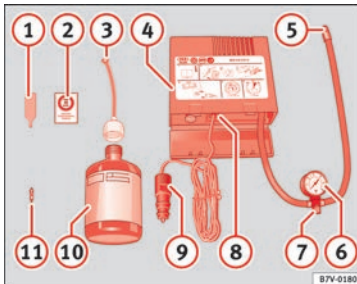

Abb. 57 Prinzipdarstellung: Bestandteile des Pannensets
- Ventilkappe und Ventileinsatz vom Reifenventil abschrauben. Verwenden Sie den Ventileinsatzdrehwerk **» Abb. 57 ①** zum Heraus-schrauben des Ventileinsatzes. Legen Sie den Ventileinsatz auf einem sauberen Untergrund ab.
- Reifendichtmittelflasche kräftig schütteln **» Abb. 57 ⑩**.
- Schrauben Sie den Einfüllschlauch **» Abb. 57 ③** auf die Dichtmittelflasche. Die Folie am Verschluss wird automatisch durchstoßen.
- Verschlussstopfen vom Einfüllschlauch **» Abb. 57 ③** entfernen und das offene Ende ganz auf das Reifenventil stecken.
- Ventileinsatz mit dem Ventileinsatzdrehwerk **» Abb. 57 ①** wieder in das Reifenventil schrauben.
- Reifenfüllschlauch **» Abb. 57 ⑤** des Luftkompressors fest auf das Reifenventil schrauben.
- Prüfen, ob die Luftablassschraube **» Abb. 57 ⑦** zuge dreht ist.
- Stecker **» Abb. 57 ⑨** in die 12 Volt-Steckdose des Fahrzeugs stecken **»** **Seite 143**.
- Luftkompressor mit dem EIN- und AUS-Schalter **» Abb. 57 ⑧** einschalten.